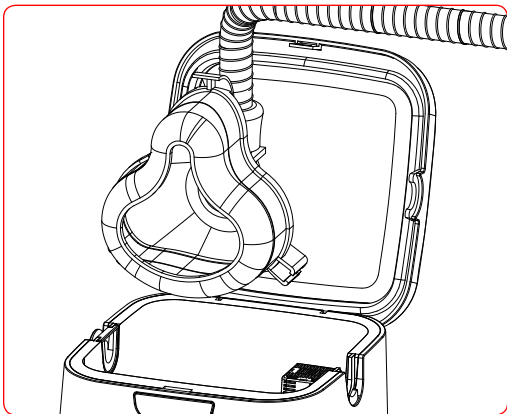

Figure 7.
4. Legen Sie die Maske so in die Desinfektionskammer, dass der angeschlossene PAP-Schlauch in der offenen Schlauchausparung, also gegenüber dem abnehmbaren Schlauchausparungsstecker, liegt (Abbildung 7).